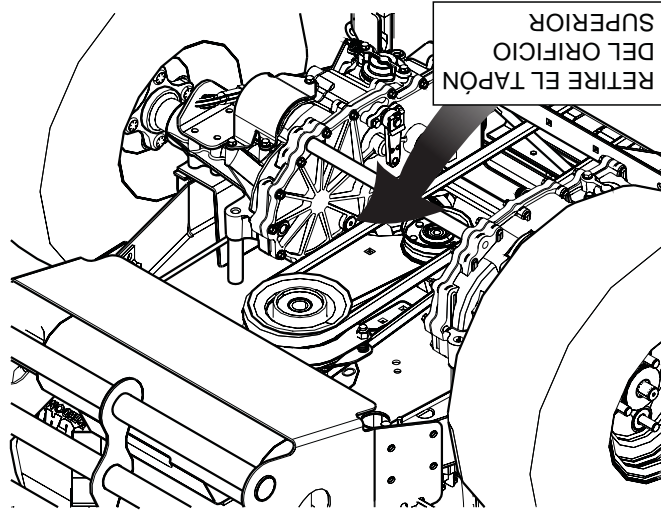

Figura 7-4 Ubicación del tapón del orificio superior
7. Retire el tapón del orificio superior de ambos ejes antes de llenar el aceite. (Vea la Figura 7-4).